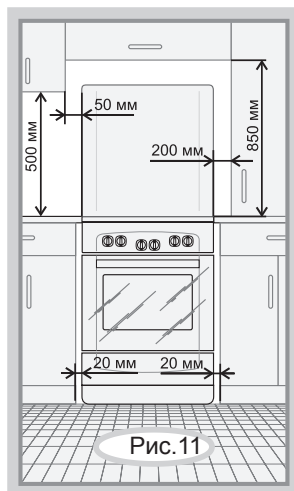

Рис.11
- Минимальные расстояния, которые необходимо выдержать при установке плиты, показаны на рис.11. Задняя стенка плиты должна отстоять от поверхности стены не менее чем на 50 мм. Уровень варочной поверхности плиты должен быть не ниже уровня столешницы. Торцы мебели на уровне варочной поверхности стола защитить металлическими накладками. Кухонные полотенца, шторы и т.п. должны находиться на безопасном расстоянии, исключающем их воспламенение.